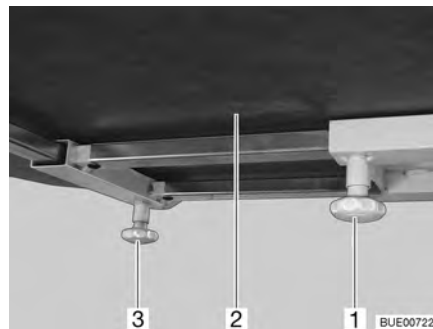

Fig. 90 Tavolo fisso
Spostamento in senso longitudinale: ■ Svitare la vite a testa cilindrica zigrinata (Fig. 90,1).
■ Spingere il piano del tavolo (Fig. 90,2) nella posizione desiderata.
Spostamento in senso trasversale: ■ Svitare la vite a testa cilindrica zigrinata (Fig. 90,3).